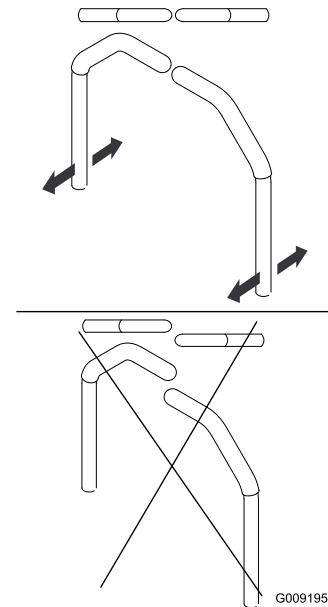

Figura 58
4. Alinee las palancas en el sentido adelante/atrás acercándolas a la posición de PUNTO MUERTO y muévalas hasta que estén alineadas; luego apriete los pernos (Figura 58).